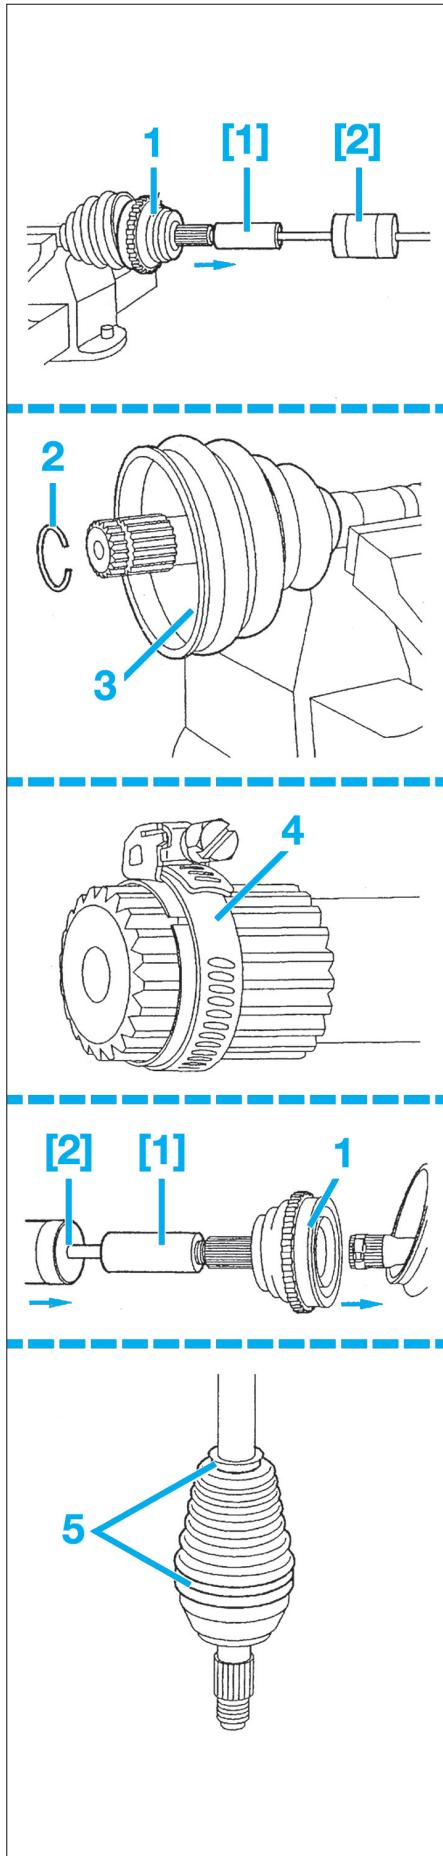

FIG. 3
- Visser sur la transmission le manchon fileté [1] puis sur celui-ci un extracteur à inertie [2] (Fig.3).
- Extraire le bol de l'arbre de la transmission (1).
- Déposer le jonc d'arrêt de l'arbre (2), puis le soufflet (3).
- Poser le jonc d'arrêt neuf maintenu par un collier type Serflex (4).
- Reposer le bol (1) sur l'arbre de la transmission.